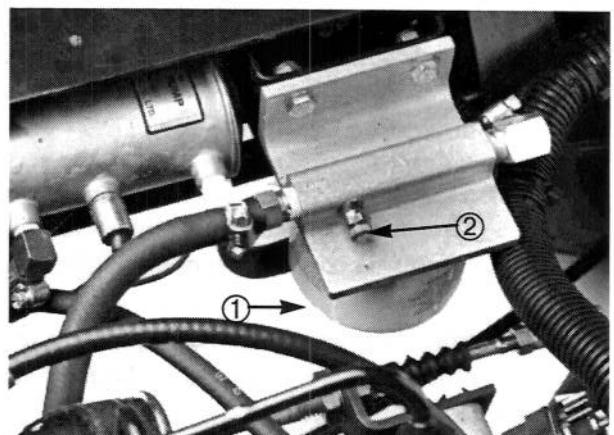

Figure 11
1. Desserrer la vis de purge en haut du filtre à carburant/séparateur d'eau (Fig. 11).